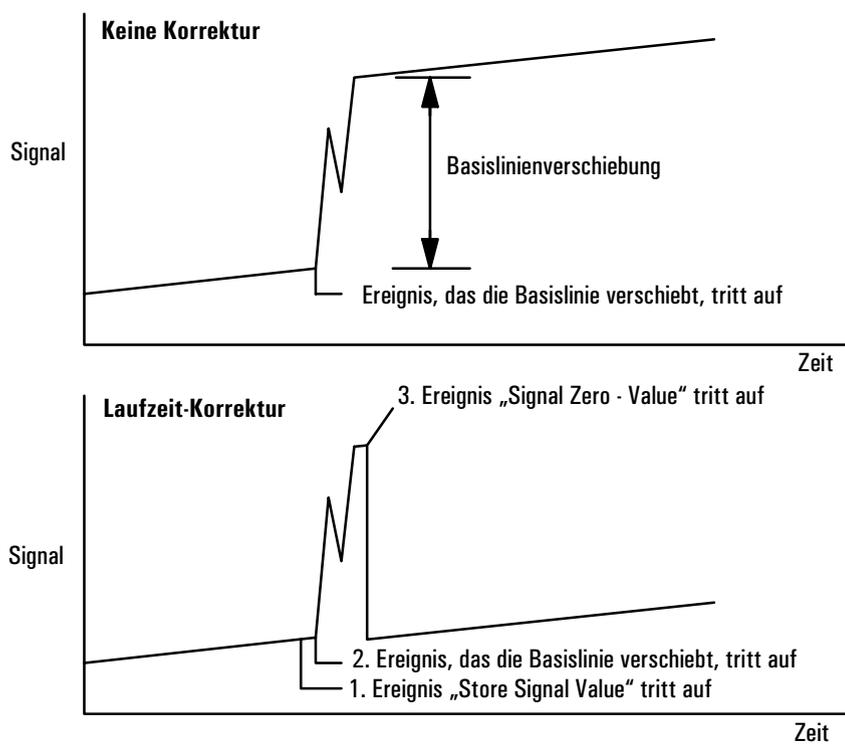

Abbildung 2. Korrektur von Basislinienverschiebungen
- *Signal Zero – Value* (Nullabgleich des Signals – Wert) – Hiermit wird eine gestörte Basislinie so verändert, dass alle zukünftigen Signale durch Subtraktion des über ein Ereignis „Store Signal Value“ gespeicherten Wertes korrigiert werden. Wenn diese beiden Ereignisse vor und nach einer Aktion, die die Basislinie verschiebt, eingefügt werden, dann wird die neue Basislinie wieder auf den vorhergehenden Wert gebracht. Das Ereignis „Store Signal Value“ muss vor der Basislinienverschiebung eingegeben werden, und das Ereignis „Signal Zero – Value“ muss erfolgen, nachdem sich die Basislinie auf den neuen Wert stabilisiert hat. Siehe Abbildung 2.